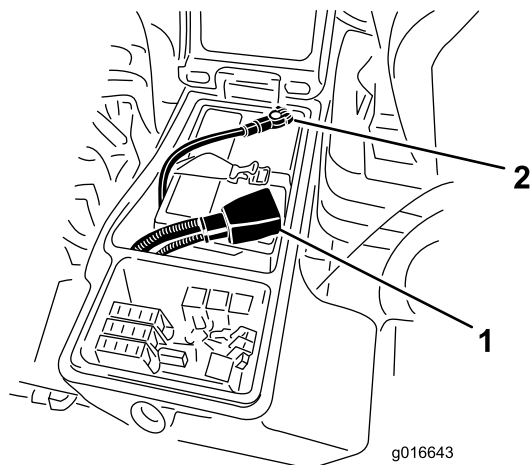

図 86
6. 赤いケーブルをバッテリーの端子に、黒いケーブルはバッテリーの端子に固定する 図 86